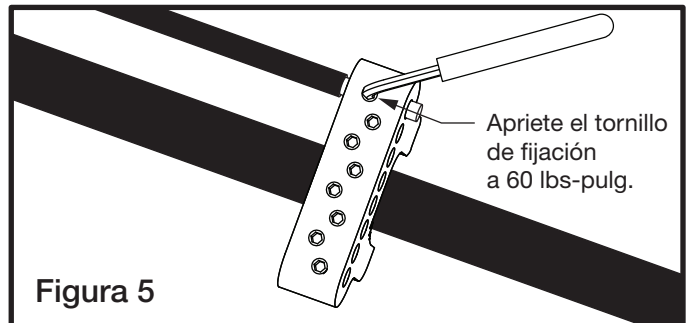

Figura 5
- 5) Una vez instalado, apriete el tornillo de fijación en la parte posterior del conector a 60 lbs-pulg. (Vea la Figura 5).